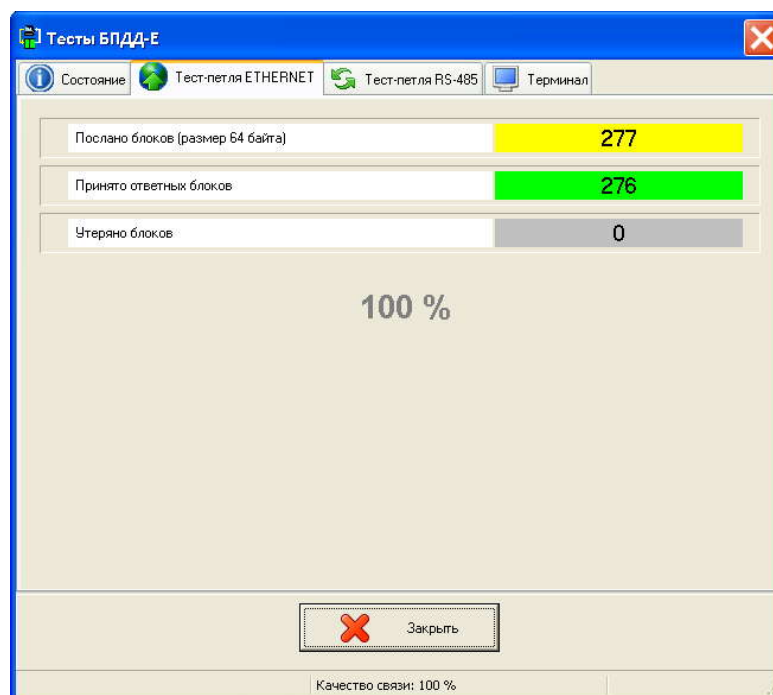

Рисунок 75 – Вкладка “Тест-петля ETHERNET”
1.14.1. Для проверки качества работы интерфейса Ethernet следует перейти на вкладку **Тест-петля ETHERNET** окна **Тесты БПДД-Е** (рисунок 75). Число, выделенное желтым цветом, обозначает число посланных блоков по интерфейсу Ethernet в БПДД-Е. Число, выделенное зеленым цветом, обозначает количество принятых блоков от БПДД-Е. Количество утерянных блоков выделяется красным цветом. По центру окна отображается качество связи в процентах. Качество связи для исправного блока должно быть 99-100 %.